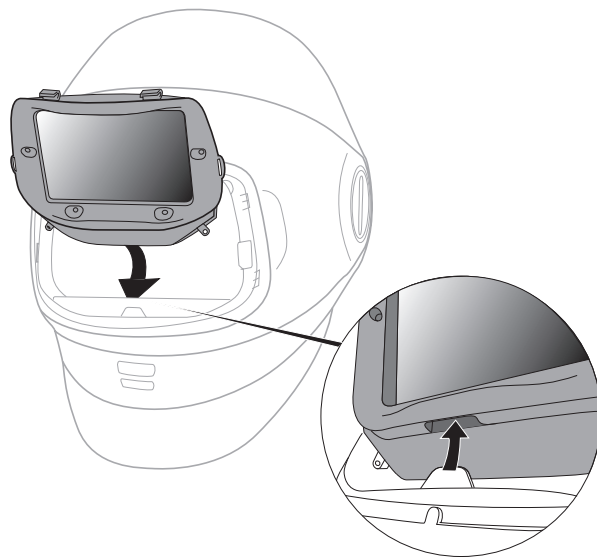

Fig. 21i
- f. Réinstaller le filtre à lentille photosensible sur l'écran de masque utilisé pour le soudage externe en le fixant d'abord à la languette inférieure au centre de l'écran de masque utilisé pour le soudage externe (Fig. 21i).